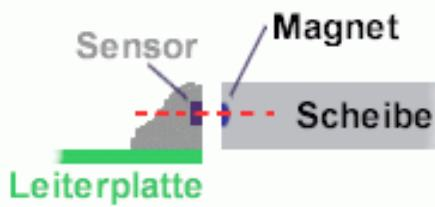

Abbildung 3 Korrekte Ausrichtung von Magnetrings und Sensor.
- Dabei darauf achten, dass sich die Magnete in dem Magnetring auf Höhe des Sensors befindet, siehe Abbildung 3 auf der nächsten Seite.